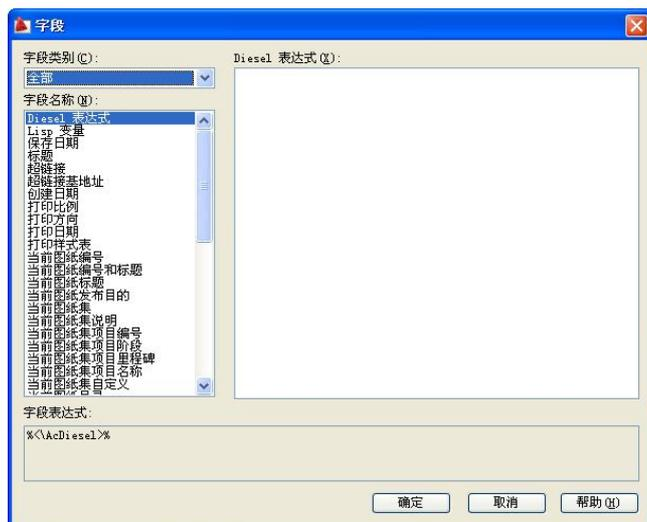

图 3-59 在表格单元中插入块
2) 单击鼠标右键，选择“插入点”→“字段”或按 Ctrl+F 组合键，系统弹出如图 3-59 所示对话框。